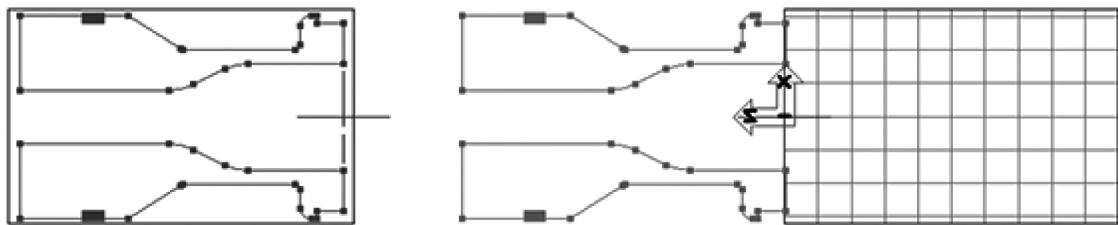

图 4-15 镜像几何图素
8) 选择主菜单→修改→镜像并关于 Z0 来镜像这些几何，如图 4-15 所示。